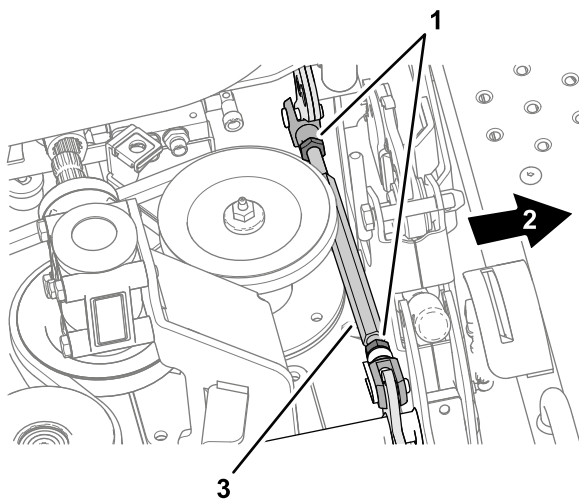
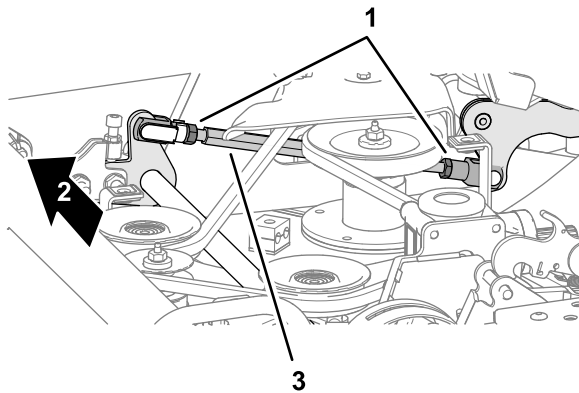

Figura 128
Figura 129
B. Afloje las contratuercas de los mecanismos de ajuste de inclinación de la carcasa (Figura 128 y Figura 129) a cada lado de la carcasa.